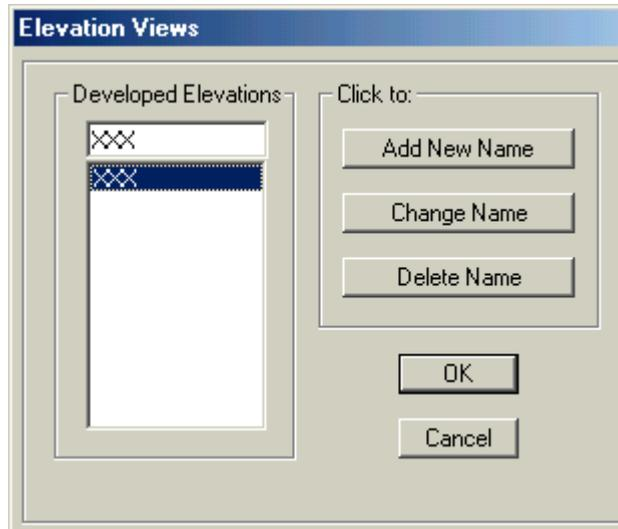

Figura 34 El Formulario Elevation Views.
A. Al hacer click en el comando **Draw menu > Draw Developed Elevation Definition** para presentar el formulario Elevation Views mostrado en la Figura 34.